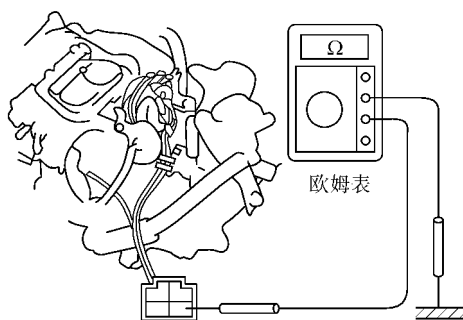

图 2-47 用电阻表测量端子和接地间电阻
1) 首先检查阻风门是否关闭，然后脱开连接配线接插件，使用电阻表测量风门加热器线圈外壳端子（红线）和车身接地之间的电阻，如图 2-47 所示。